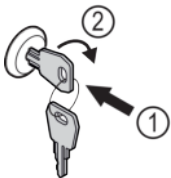

Fig. 127 Beispielhafte Darstellung
- ▶ Schlüssel hineindrücken Fig. 127 (1).
- ▶ Schlüssel um 90° im Uhrzeigersinn drehen Fig. 127 (2).